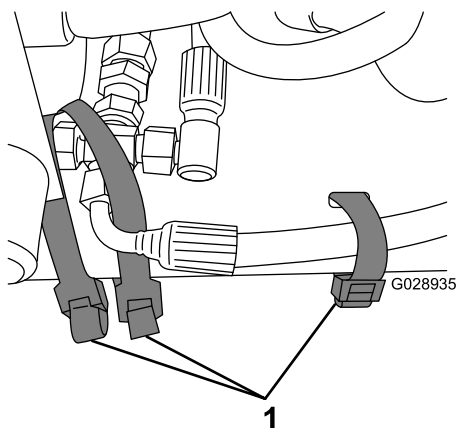

Figura 3
8. Assicuratevi che i flessibili del motore di sinistra e destra siano a livello della traversa dello chassis e fissate l'adattatore trasversale e i flessibili al telaio, utilizzando 3 fascette per cavi (Figura 3).